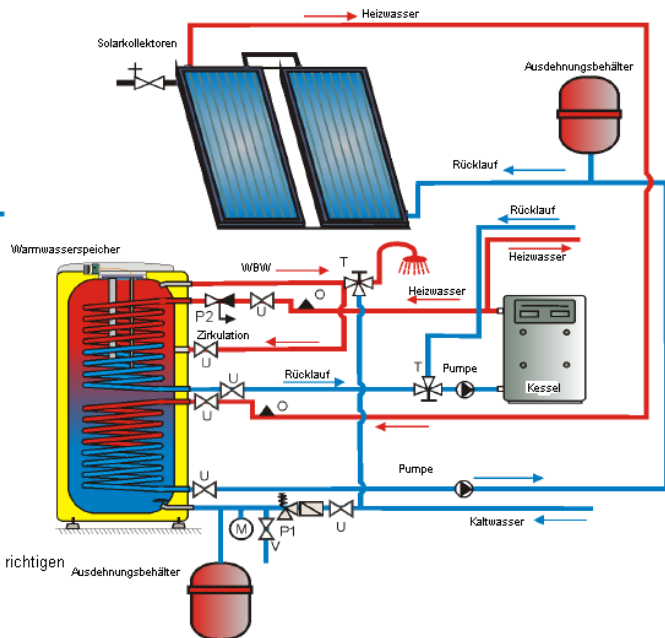
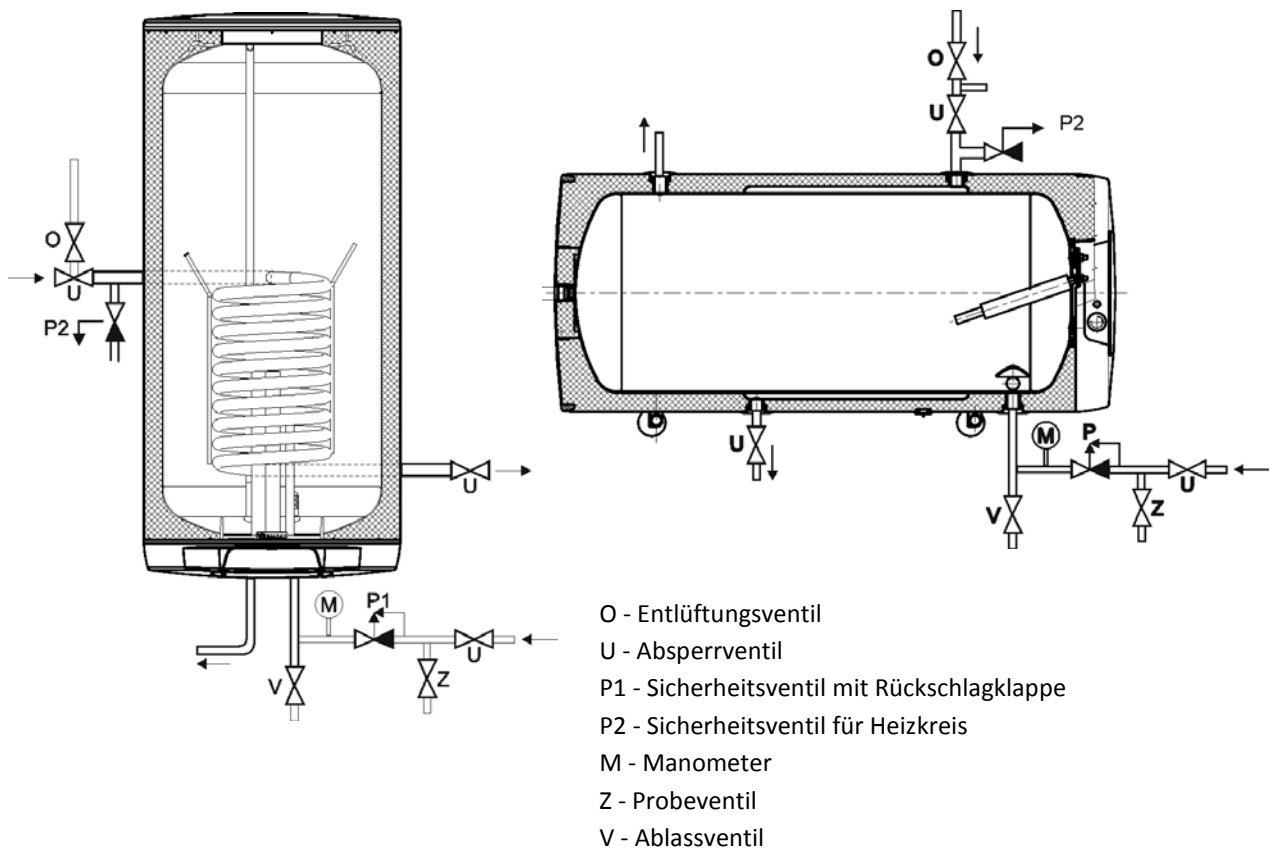

Bild 12
Bild 13
Der Anschluss der Warmwasserspeicher an die Wasserinstallationen ist auf der (Bild 11, Bild 12, Bild 13) dargestellt. Um den Warmwasserspeicher eventuellen abmontieren zu können, sind an den Brauchwasserzulauf und -auslass Verschraubungen Js 3/4" zu montieren. Sofern die WBW-Verteilung mit einem Kreislauf ausgestattet ist, wird der "Rücklauf" auf den als ZIRKULATION bezeichneten Eintritt montiert. Die Typen 100, 125 NTR und 100, 125, 160 NTR / HV sind mit einem Ablass ausgestattet. Beim Typ 200 und 250 NTR(R) ist es erforderlich, am WBW-Eintritt eine T-Armatur mit einem Ablassventil zu montieren. Der Warmwasserspeicher muss für seinen Betrieb mit einem Sicherheitsventil ausgestattet werden. Das Sicherheitsventil wird an den mit dem blauen Ring gekennzeichneten Kaltwasserzulauf montiert.